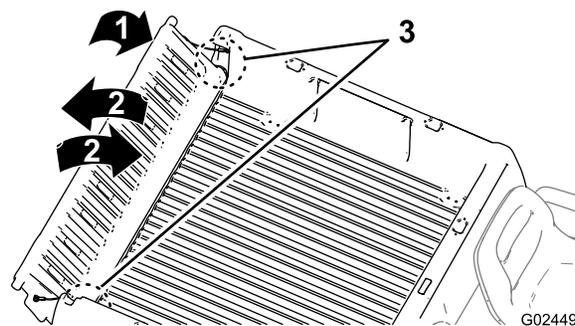

Figura 14
- B. Abra la compuerta trasera a un ángulo de 45° aproximadamente (Figura 14).
- C. Mueva el portón trasero varias veces hacia adelante y hacia atrás, con breves sacudidas (Figura 14).